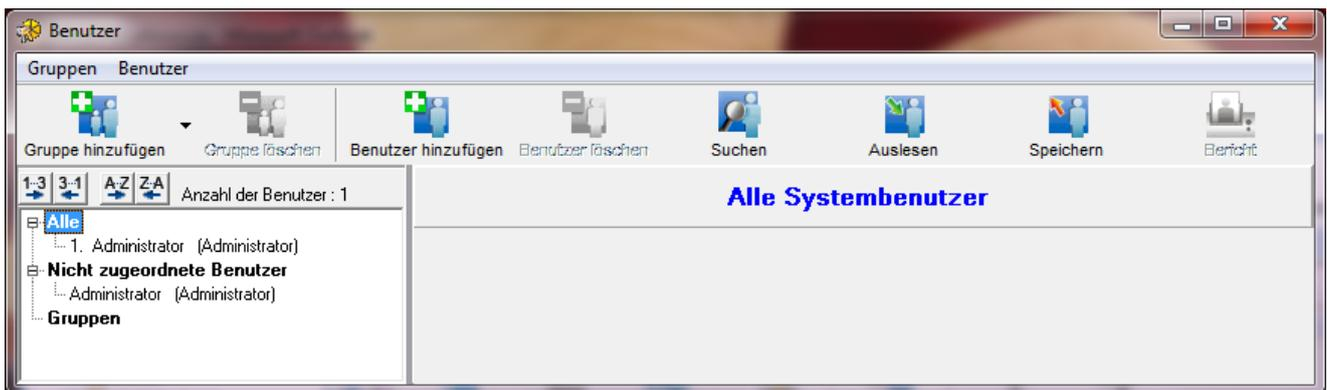

Abb. 24. Ansicht des Fensters BENUTZER vor der Hinzufügung der Benutzer.
1. Klicken Sie auf das Icon BENUTZER, das in der Menüleiste des Programms zugänglich ist (siehe: Abb. 22). Es öffnet sich das Fenster BENUTZER (siehe: Abb. 24).
20. Beenden Sie die Benutzereingabe mit Klick auf SPEICHERN (siehe: Abb. 24).
1. Klicken Sie mit der Maustaste auf das Icon BENUTZER in der Menüleiste des Programms (siehe: Abb. 22). Es öffnet sich das Fenster BENUTZER (siehe: Abb. 24).
1. Klicken Sie auf das Icon BENUTZER in der Menüleiste des Programms (siehe: Abb. 22). Das Fenster BENUTZER wird geöffnet (siehe: Abb. 24).